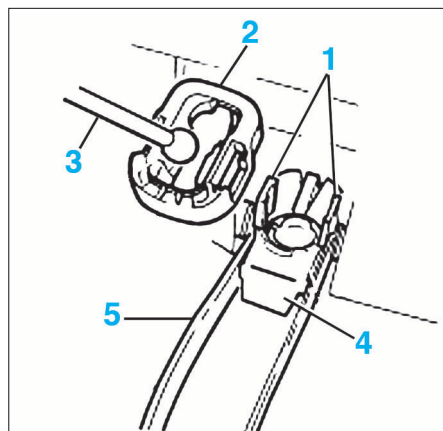

FIG. 13
- Agir sur les clips blancs (1) de chaque côté pour déverrouiller l'agrafe noire (2) de fixation de la tige de commande (3) du servofrein de la pédale de frein (5) (Fig.13).
- Retirer l'agrafe noire (2) de la pédale de frein.
- Retirer la cuvette (4) sur la pédale de frein.
- placer la cuvette (4) sur la pédale de frein (Fig.13).
- clipper l'agrafe noire (2) sur la cuvette.
- soulever la pédale de frein et mettre la tige de commande (3) du servofrein en place sur l'agrafe noire (2).